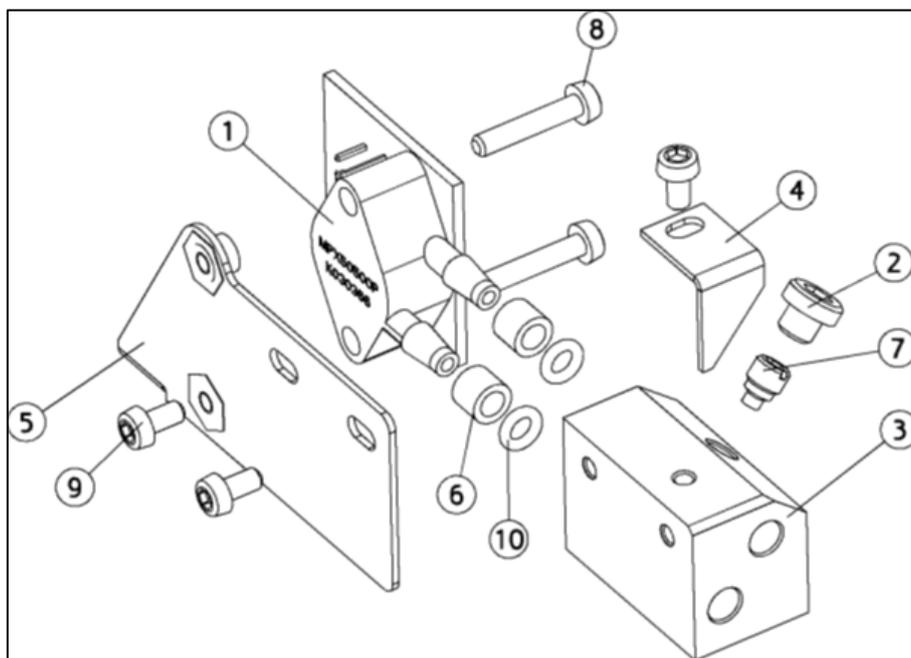

Figure 3
B31	Vérifier et nettoyer la buse 0.5mm du débitmètre – Voir (7) in Figure 3. Vérifier que l'ouverture ne soit pas obstruée.
C17	Remplacer le joint torique (UG-323) situé sous la vis d'étanchéité. Voir (10) in Figure 3.